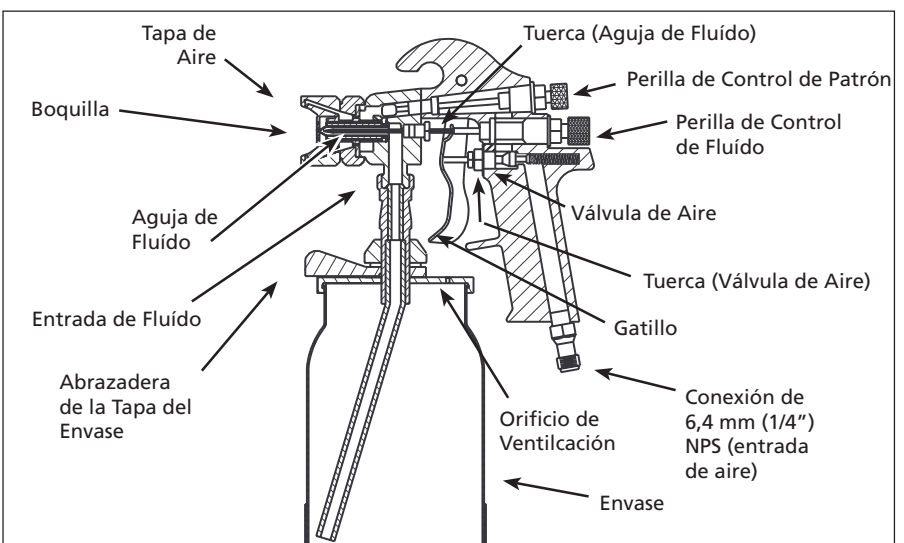

Figura 14 - Pistola Pulverizadora de Sifón
- Sáquele las tuercas que sostienen los empaques y reemplácelos SOLO si no puede eliminar la fuga de material después de apretar las tuercas (Vea la Figura 14). No apriete demasiado estas tuercas ya que podría restringir el movimiento de la aguja.